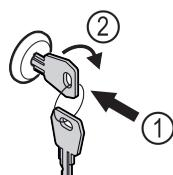

Fig. 153 Príklad zobrazenia
- Zatlačte kľúč Fig. 153 (1).
- Otočte kľúč o 90° v smere hodinových ručičiek Fig. 153 (2).